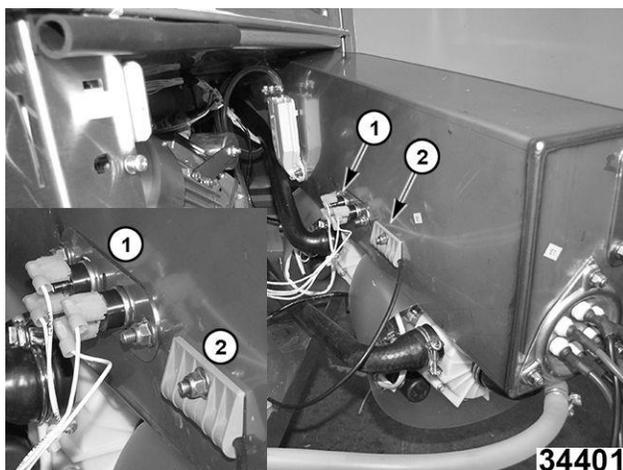

Fig. 108
11. **Reemplace el (los) límite (s) alto (s)** quitando dos contratueras y el soporte (1, Fig. 108).
12. **Reemplace el sensor de temperatura (termistor)** aflojando la tuerca de bloqueo (2, Fig. 108) on holder and sliding out old sensor and sliding in new sensor.